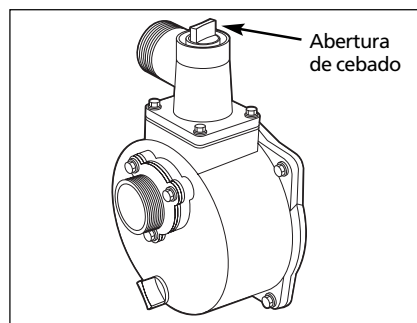

Figura 3
- Añada agua a la abertura de cebado de la bomba (Ver Figura 3). Siga añadiendo agua hasta que el nivel llegue a aproximadamente 3 pulgadas (7,5 cm) del extremo superior. Coloque el tapón de cebado. El agua en la bomba creará la succión que ceba la bomba.